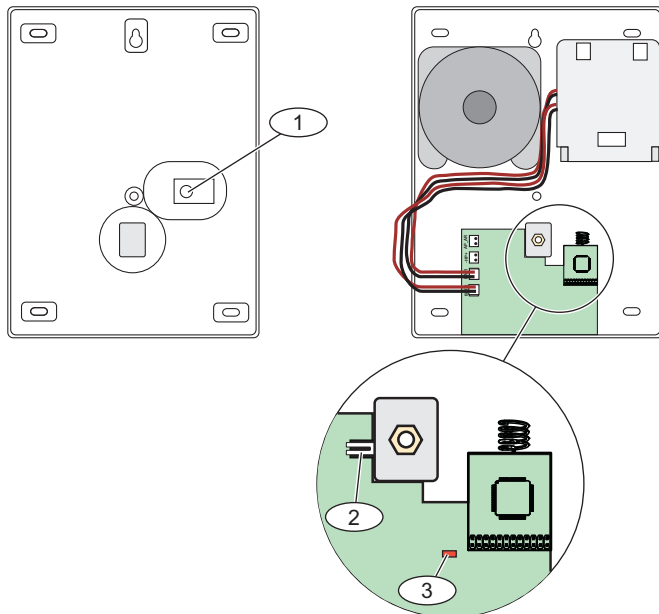

Bild 4.2 ISW-BSR1-WIX-, -WOX-Glasbruch-Sabotagekontakte und HFSS-Modus-LED
2. Legen Sie das Gerät auf eine flache Oberfläche, um den Abreiß-Sabotagekontakt zu drücken. Siehe *Bild 4.1* und *Bild 4.2* auf Seite 17.
3. Halten Sie den Deckel-Sabotagekontakt gedrückt. Siehe *Bild 4.1* und *Bild 4.2*, Seite 17.